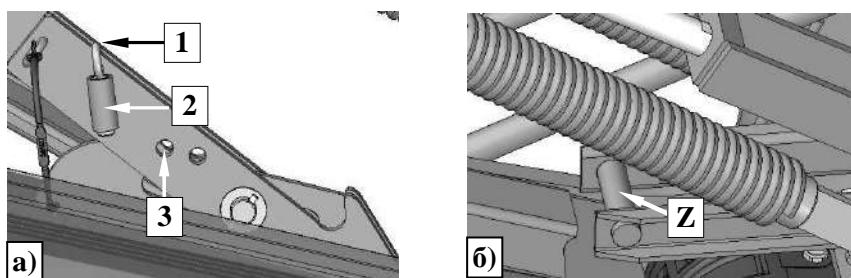
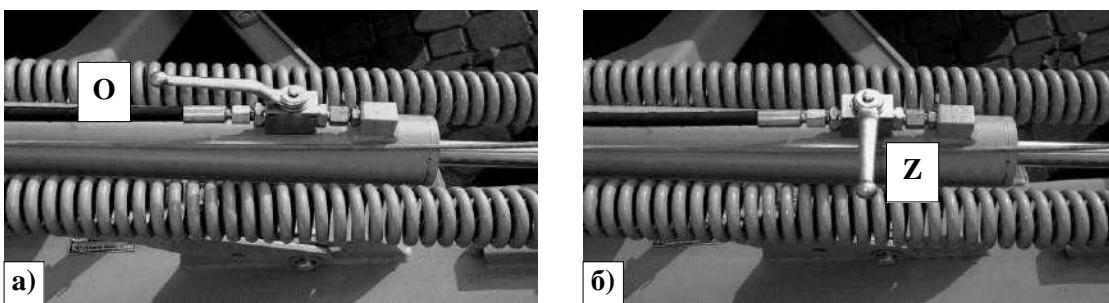

Рис. 9. а) 1 – стопор; 2 - втулка, 3 – отверстие на планке **б)** Z – механический фиксатор, удерживающий брус в транспортном положении
Рис. 10. Положение запорного гидравлического крана гидросистемы:
Перед отсоединением косилки от трактора в отверстие 3 на планке (**Рис. 9а**) вставить стопор 1 во избежание опускания навесного устройства. Если косилка соединена с трактором, следует вставить стопор во втулку 2, находящуюся на планке.
- снять предохранительный шкворень и вложить его до втулки (**Рис. 9а**),
- при помощи гидравлического севромотора поднять режущий брус в вертикальное положение, так чтобы заключилась защёлка З (**Рис. 10Рис. 9б**),
- закрыть запорный гидравлический кран гидросистемы (**Рис. 10б**), во избежание опускания режущего бруса.
Во время транспортировки рукоятка запорного крана должна находиться в положении З – закрыт (**Рис. 10**). Это положение предохраняет косилку от случайного опускания режущего бруса.
- открыть запорный гидравлический кран гидросистемы (**Рис. 10а**),
- потянуть трос так, чтобы сработал механический фиксатор (**Рис. 10б**) и включить внешнюю гидросистему трактора. С помощью гидроцилиндра перевести режущий брус в горизонтальное положение.